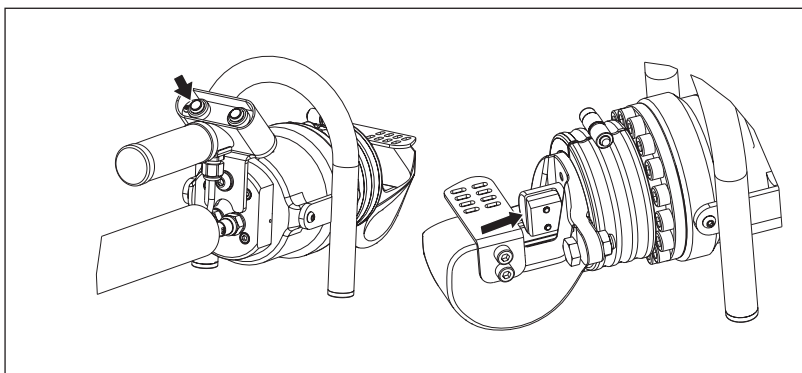

图 10，运行 - 回退
- 按下并按住回退按钮，可使活塞回退并使移动刀片向后滑动。参见图 10。